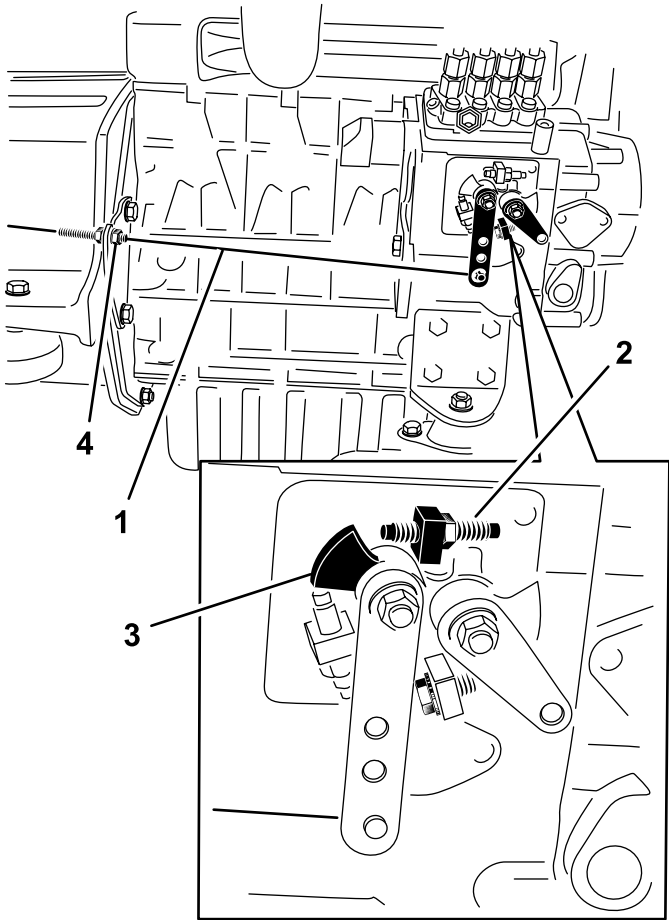

Figura 33
2. Verifique a posição da alavanca de controlo de velocidade na bomba de injeção de combustível. A alavanca de controlo de velocidade deve estar em contacto com o parafuso de alta velocidade quando a alavanca de controlo do acelerador está na posição RÁPIDO (detenção) (Figura 33).
3. Se necessário, ajuste a posição das porcas de bloqueio no cabo de controlo do acelerador até a alavanca de controlo da velocidade entrar em contacto com o parafuso de velocidade elevada quando a alavanca de controlo do acelerador está na posição RÁPIDO (detenção) (Figura 33).